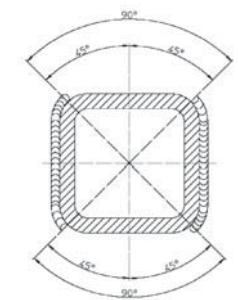

Figura 2
- La figura 2 indica le zone dell'assale a sezione quadra sulle quali è consentita l'esecuzione di saldature.